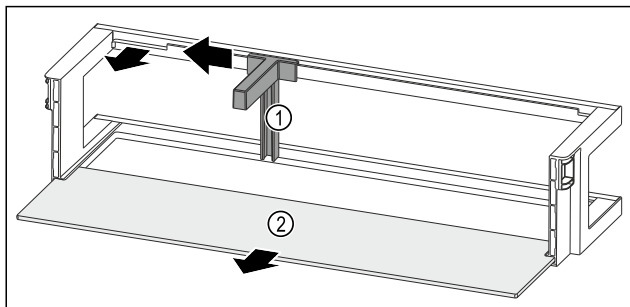

Fig. 118 Türabsteller mit Flaschenhalter und Abstellfläche
- Flaschenhalter Fig. 118 (1) bis zur Aussparung zur Seite schieben.
- Flaschenhalter Fig. 118 (1) entnehmen.
- Abstellfläche Fig. 118 (2) entnehmen.